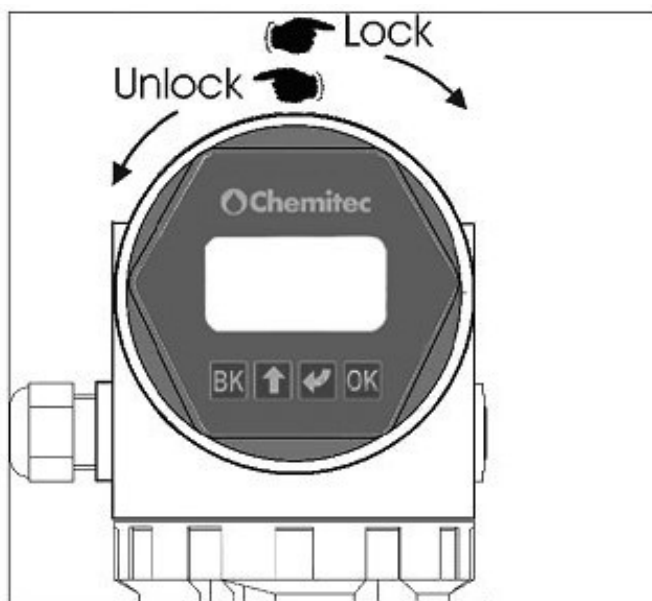
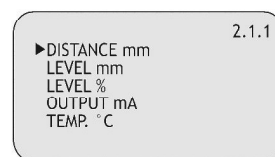

Fig.11
Fig.12
3.3.1 Moduł klawiatury/wyświetlacza LCD VL601 (rys.11)
Moduł VL601 może być łatwo montowany oraz demontowany bez wpływu na bieżący pomiar sondy METER. Odkręcić przezroczyste okno i w celu montażu przekręcić ekran w prawo lub demontażu w lewo (rys.11). Moduł VL601 posiada dużą rozdzielczość w zakresie prezentacji informacji (rys.12). Ponadto można zobaczyć:
Moduł VL601 posiada 4 przyciski (rys.12), które pozwalają użytkownikowi na kontrolowanie i programowanie następujących funkcji: